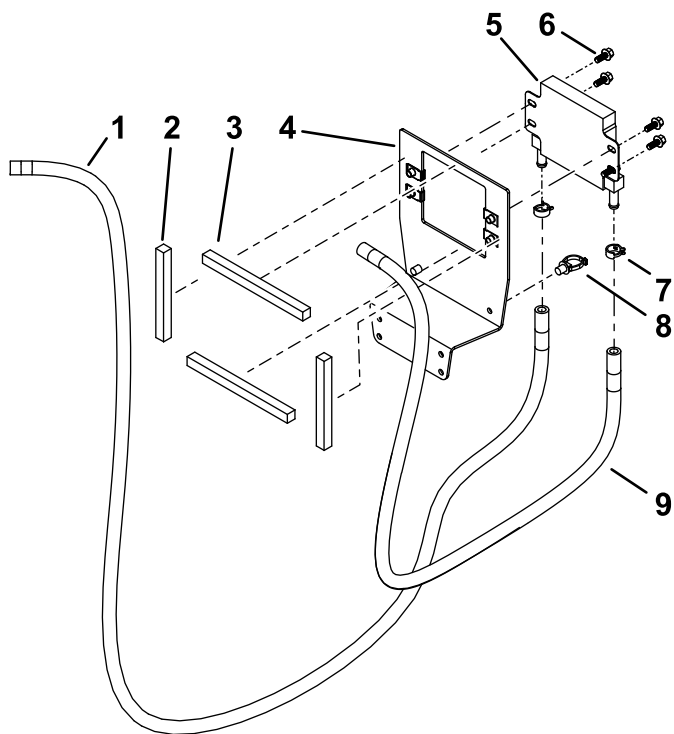

Figura 4
1. Coloque una abrazadera a presión en el extremo de cada manguera (Figura 4).
2. Coloque una abrazadera sobre el extremo de cada manguera (Figura 4).
4. Sujete el enfriador de combustible al soporte del enfriador de combustible con 4 pernos ($\frac{1}{4}$ " x $\frac{5}{8}$ "), como se muestra en la Figura 4.
5. Retire el papel protector de las piezas de espuma y sujételos al soporte del enfriador de combustible (Figura 4).